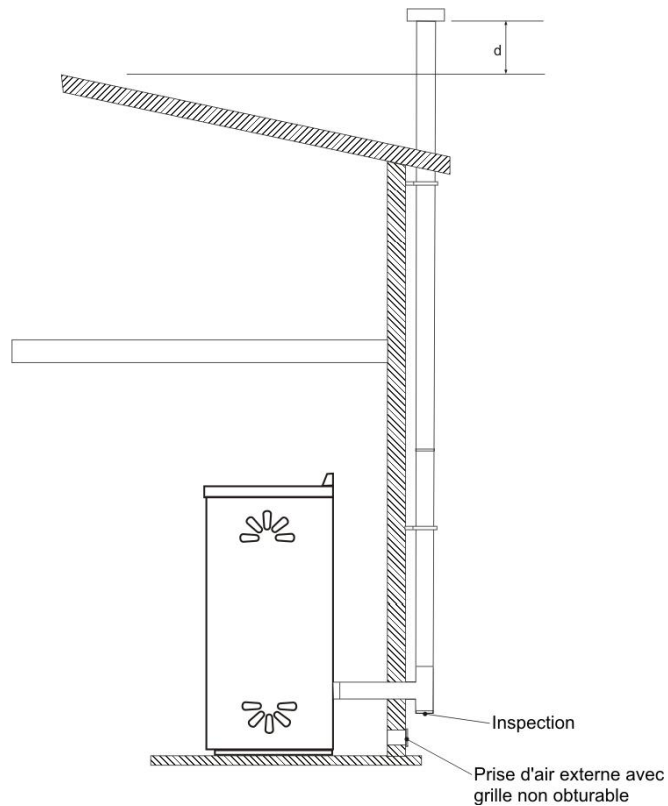

Fig. 13
- Seuls des tuyaux isolés (double paroi) en acier inox fixés au bâtiment (fig.13) doivent être utilisés.
La solution à adopter dans le cas où l'on souhaite utiliser un conduit d'évacuation des fumées externe est représentée sur la fig. 13.